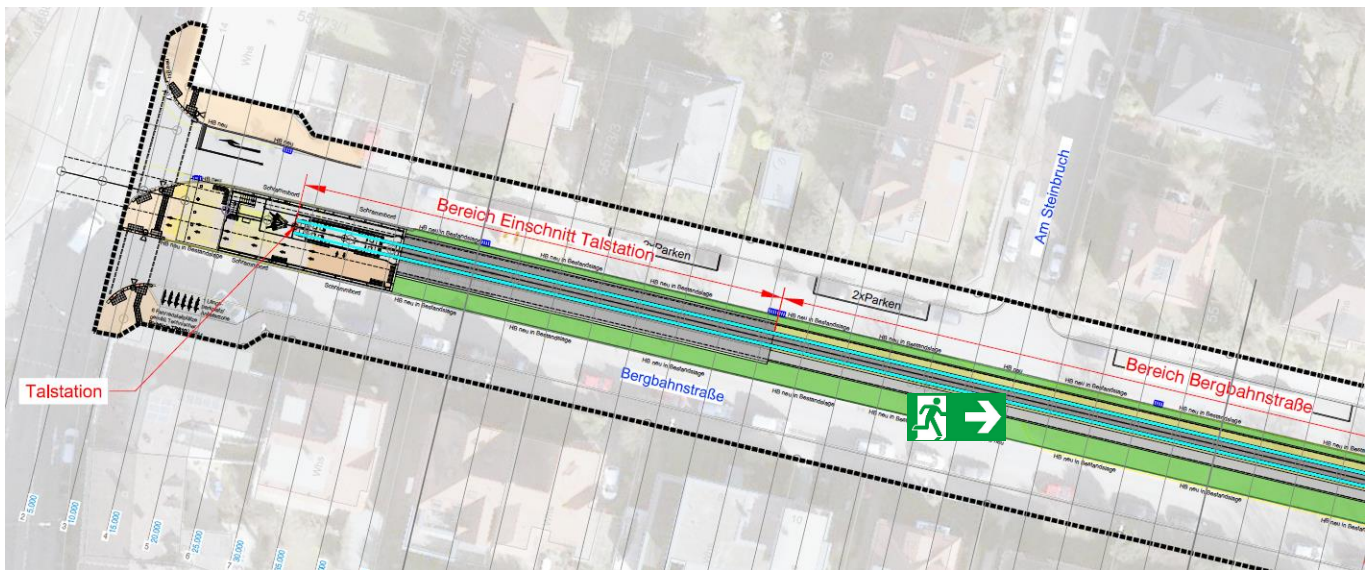

Bild 7 Fluchttüre "Am Steinbruch"
- 0 + 110, im Bereich "Am Steinbruch" siehe Bild 7